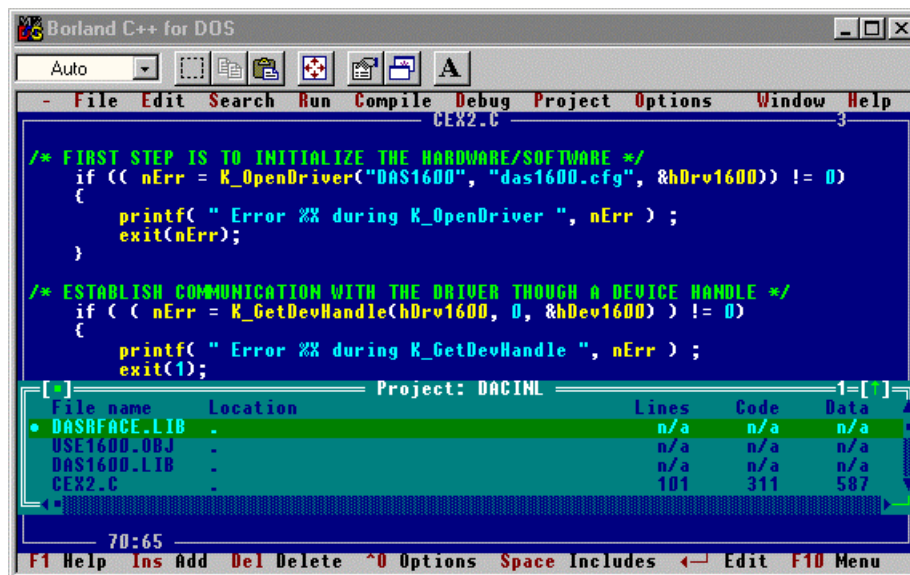

Figura 6: O ambiente de trabalho em Borland C (versão DOS)
- Abre um novo projecto (Project -> Open...) e dá-lhe um nome apropriado. Inclui no novo projecto o teu programa em C e as livrarias necessária, como se mostra na Figura 6.